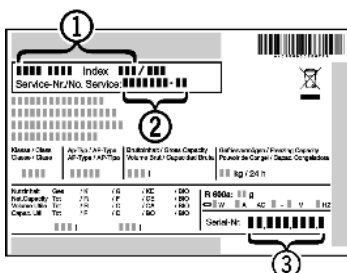

Fig. 11
▶ Odczytać z tabliczki znamionowej oznaczenie urządzenia *Fig. 11 (1)*, nr serwisowy *Fig. 11 (2)* oraz numer seryjny *Fig. 11 (3)*. Tabliczka znamionowa znajduje się po lewej stronie wewnątrz urządzenia.
▶ Poinformować serwis i podać opis zakłócenia, oznaczenie urządzenia *Fig. 11 (1)*, nr serwisowy *Fig. 11 (2)* oraz numer seryjny *Fig. 11 (3)*.